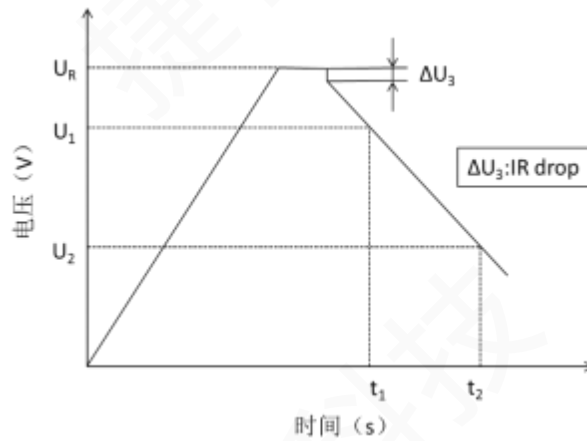

图2 电容量测试示意图
测量电容器两端电压从  $U_1$  到  $U_2$  的时间  $t_1$  和  $t_2$ , 如图 2 所示, 根据下列等式计算电容量值:
- 用电压记录仪记录电容器充放电转换端电压瞬间 10ms 电压降的变化量  $\Delta U_3$ , 如图 2 所示。